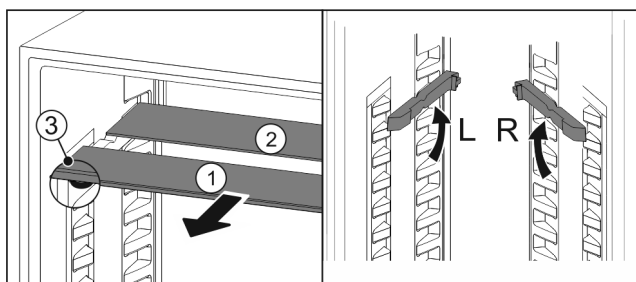

Fig. 92
- ▶ 将玻璃隔板逐个向前拉出 Fig. 92 (1)。
- ▶ 带装饰条的玻璃隔板 Fig. 92 (1)在前。
- ▶ 阻挡装置 Fig. 92 (3)指向下方。